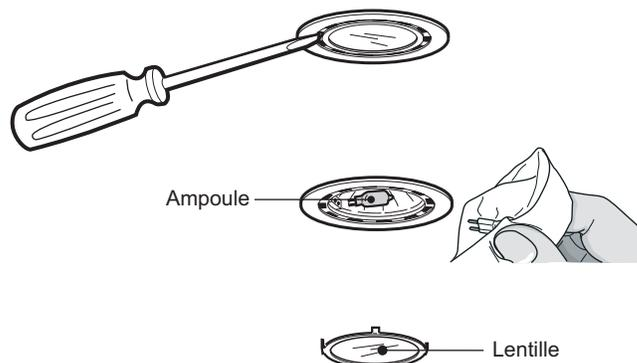

Figure 6 : Remplacement des ampoules halogènes
2. À l'aide de la lame d'un tournevis plat ou d'un outil équivalent, détachez les lentilles de protection en faisant levier, comme illustré sur la *Figure 6*.